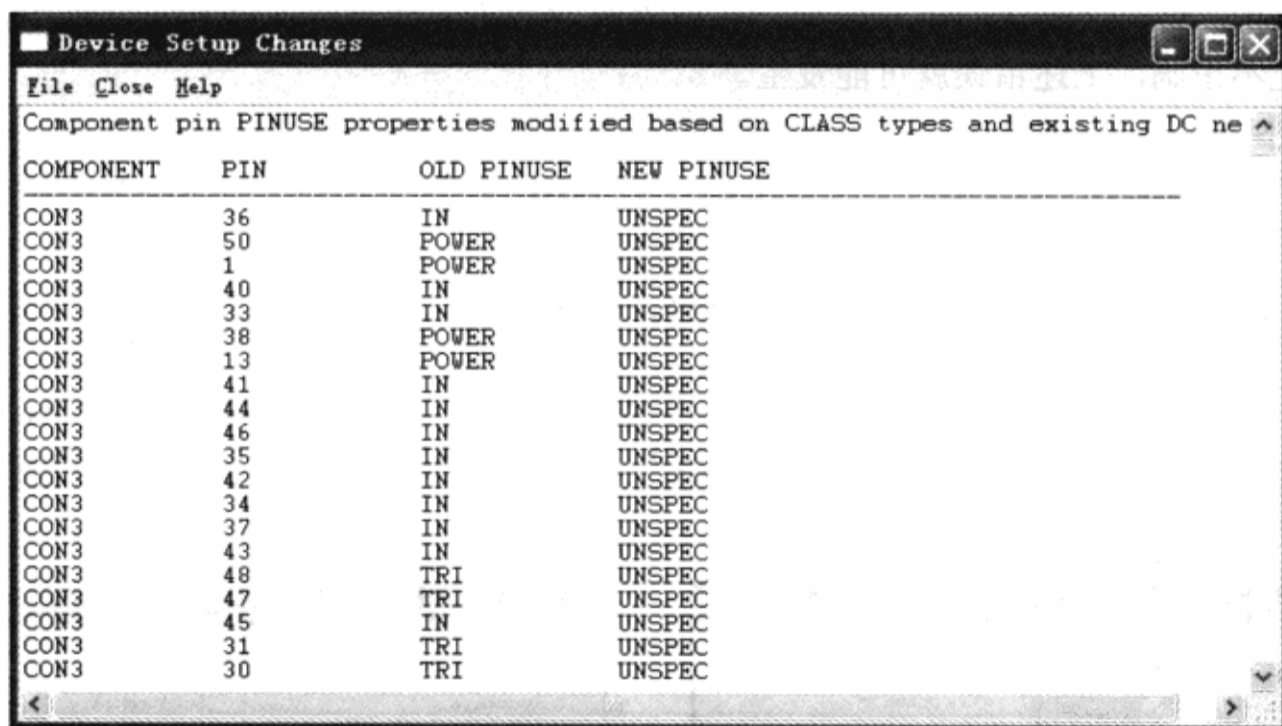

图 2-6-15 元器件状态报告
(7) 单击“OK”按钮，保存修改返回“Database Setup Advisor - Device Setup”窗口，弹出一个元器件变化的状态报告，如图 2-6-15 所示。